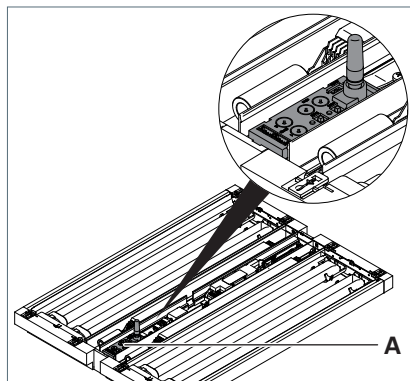

Fig. 4: Module dans une tête de luminaire TYCOON.
- Introduisez le module **A** dans la zone libre dans le support central de la tête du luminaire, voir Fig. 4.